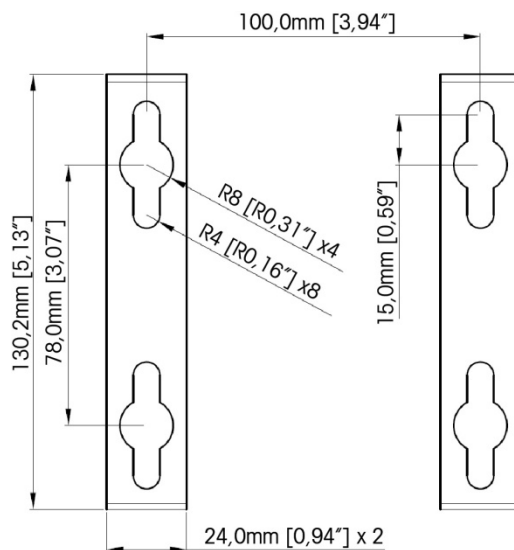

Figura 2-16: Padrão dos Orifícios de Montagem na Parede com Suporte (VESA 100 x 100mm) (em terminais IND570 fabricados depois de abril de 2016)
4. Marque a posição dos orifícios de montagem na superfície vertical usando as dimensões mostradas na Figura 2-16, ou elevando o terminal da superfície e marcando orifícios em todo o suporte.